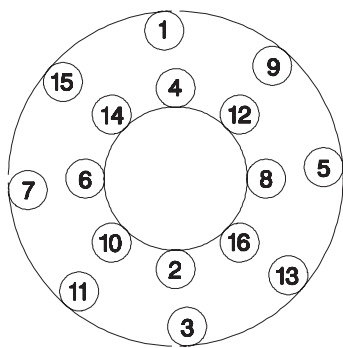

图 23
- 6.4.8 对于每个要更换的静摩擦盘, 前16个螺钉应按照图23中所示的顺序拧紧。余下的螺钉可以任意交叉顺序安装。拧紧力矩见表12。